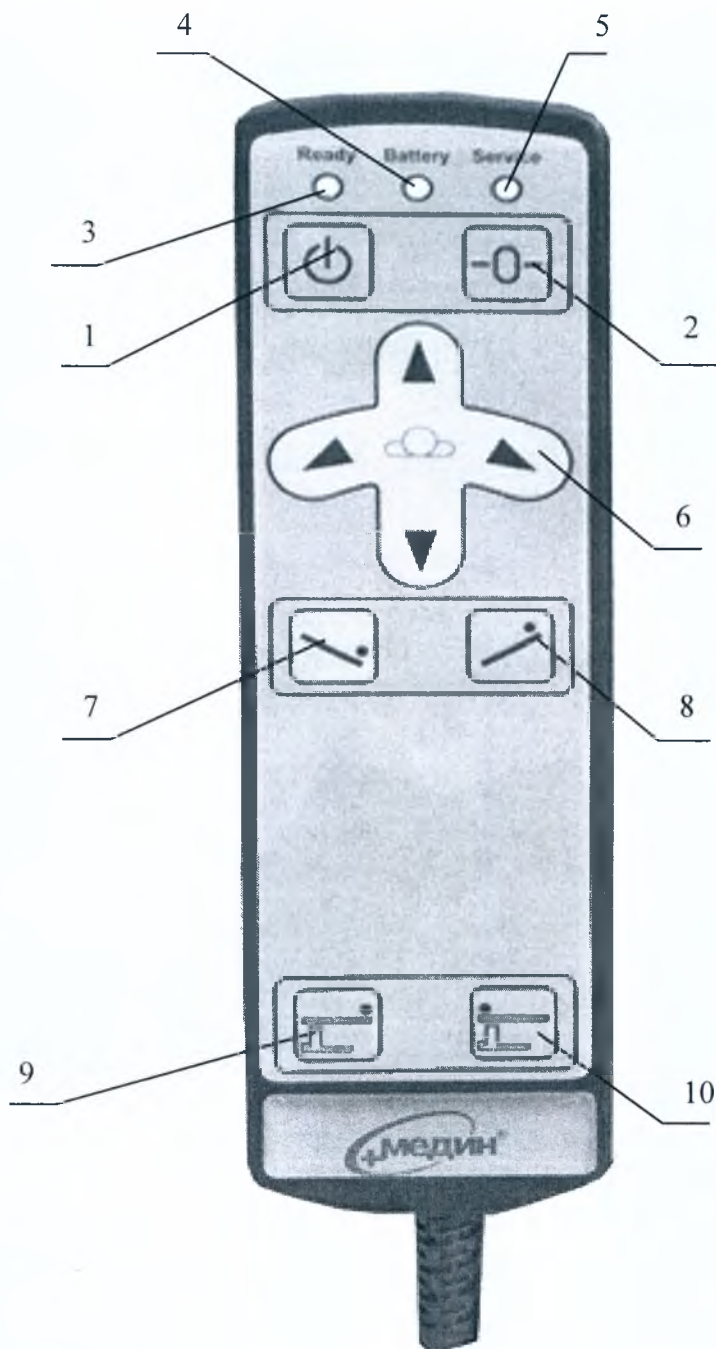

Рисунок 4. Пульт управления вспомогательный и назначение его кнопок.
9.10 Если на пульте управления индикатор 4(Рисунок 4) горит желтым либо красным цветом, это означает, что аккумуляторные батареи частично либо полностью разряжены.
10.1 Подъем и опускание столешницы стола, продольные и поперечные наклоны осуществляются при нажатии соответствующих кнопок пульта управления (Рисунок 4).